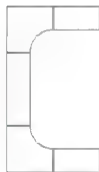

图 7-56
**步骤3：**使用修剪工具 $\text{TR}$ 和删除工具 $\text{E}$ 对图形进行修剪并将多余的直线段删除，效果如图7-56所示。